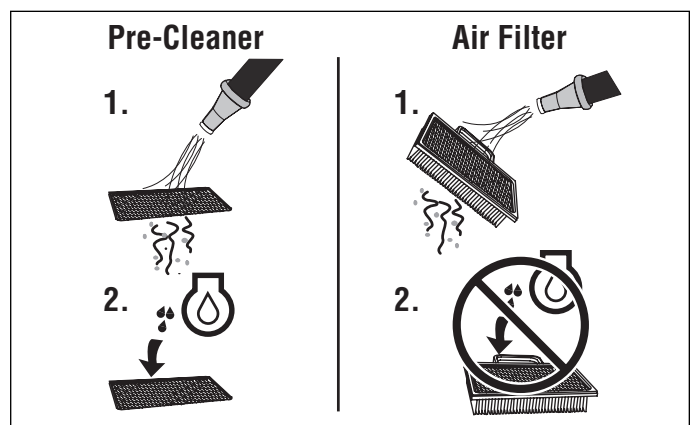

Abbildung 27. Luftfilter warten
1. Abbildung 27. Vorfilter in flüssigem Waschmittel und Wasser waschen.
1. Abbildung 27. Falls „Washable“ (zum Waschen geeignet) auf dem Filter aufgeprägt ist, kann der Filter mit warmem Wasser und milder Seife gewaschen werden.